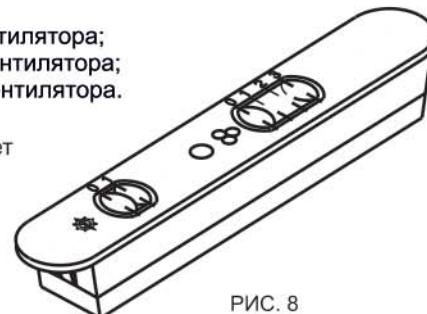

РИС. 8
7.2 Включение зонта производится при помощи ползункового переключателя(рис. 8). Правый переключатель регулирует скорость работы вентилятора: